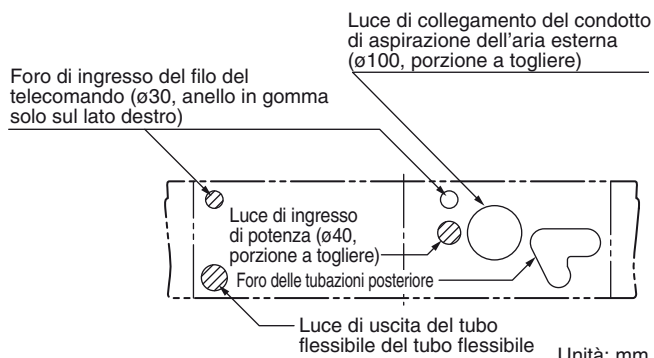
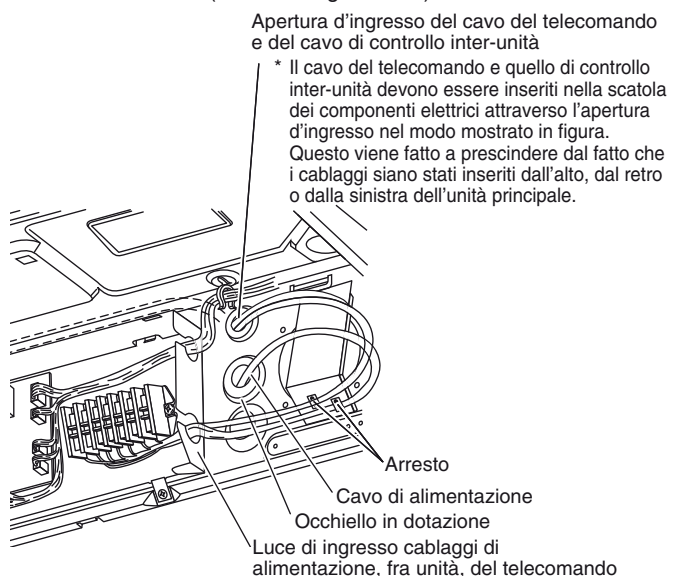

Fig. 3-18
Fig. 3-23
C'è una luce di collegamento per un condotto (foro con pannello a togliere) nel retro a destra del pannello superiore dell'unità interna per trarre in essa aria fresca. Se fosse necessario immettere aria fresca, rimuovere la copertura aprendo così il foro e collegando il condotto all'unità interna attraverso la luce di collegamento. (Fig. 3-18)
- \* Quando si mette in posa un tubo verso l'alto o la destra, togliere le parti appropriate e tagliare delle tacche nel pannello laterale (Fig. 3-18).
Le luci di ingresso dei fili del telecomando si trovano anch'esse sul retro ed in alto (per l'uso con un telecomando dotato di filo). Per dettagli, consultare la Fig. 3-18. Per quanto riguarda il metodo usato per inserire il filo, consultare la Fig. 3-23.